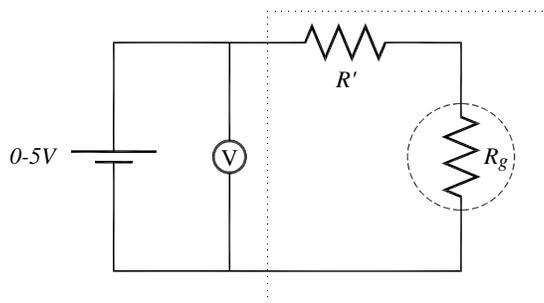

Figura 6 –Circuito para calibração do voltímetro construído.
a) Utilizando o valor de  $R_G$ , calcule o valor da resistência  $R'$  que deve ser adicionada em série ao galvanômetro para transformá-lo em um voltímetro com fundo de escala de 5 V, como mostrado na figura 6. Calcule as características deste voltímetro (fundo de escala e resistência interna). Monte este voltímetro e conecte dois cabos em seus terminais para realização das medidas.